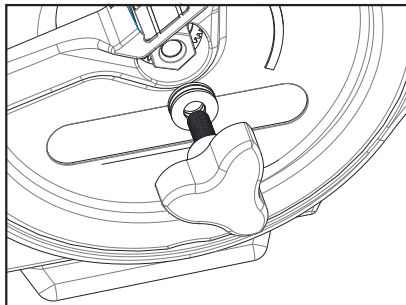

Figure 22
2. Retirez le bouton d'embrayage en le faisant pivoter dans le sens de horaire. (Figure 22)